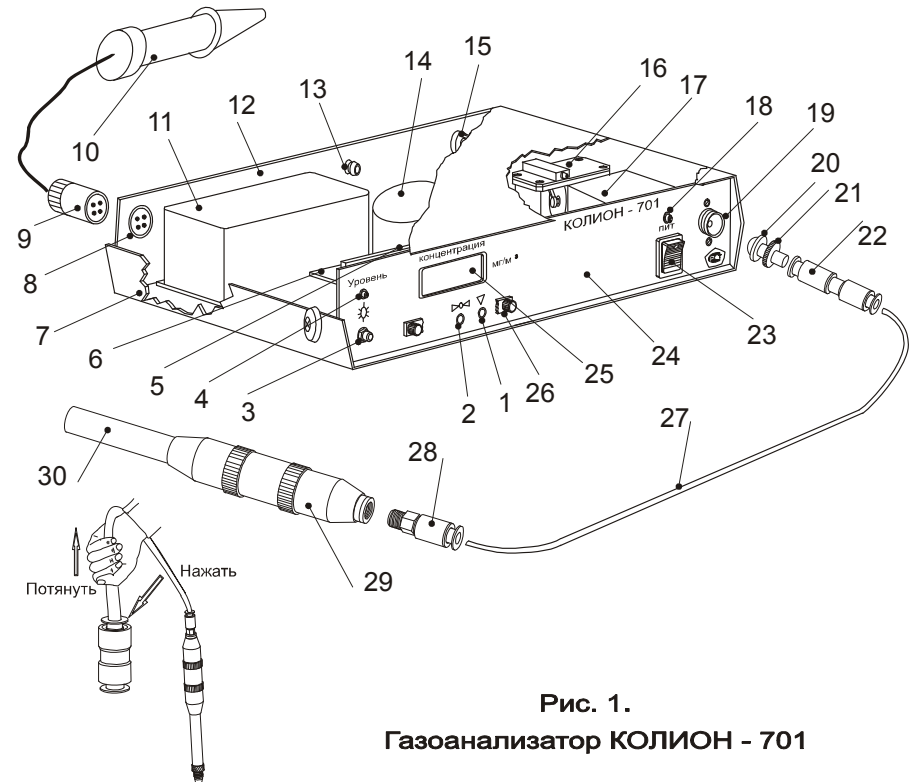

Рис. 1.
- 1.2.4.3. В блоке измерительном размещены (рис.1):
- электрохимический детектор (ЭХД) (17);
- плата обработки (5);
- блок аккумуляторов (11);
- плата питания (6);
- индикатор цифровой жидкокристаллический (25);
- пьезоизлучатель (14).
1.2.4.11. На передней панели блока измерительного (см. рис.1) установлены: тумблер включения газоанализатора ПИТ (11), кнопка включения подсветки индикатора (3), входной штуцер для подключения пробоотборника (19), резисторы подстройки нуля (2) и усиления
1.2.4.12. На задней панели блока измерительного (см. рис. 1) установлены разъемы ГЕНЕРАТОР (8) для подключения насадки градуировочной (10), ЗАРЯД (15) для подключения адаптера, а также штуцер выходной (13) для вывода анализируемого воздуха из газоанализатора.
2.1.2.2. Установите тумблер ПИТ в положение ВЫКЛ (см. рис. 1).
2.1.2.6.2. Подсоедините насадку градуировочную к штуцеру (19) (см. рис. 1). Подключите электрический разъем насадки градуировочной к разъему ГЕНЕРАТОР на задней панели блока измерительного. Замерьте расход на штуцере выходном (13). Через 60 минут сравните показания индикатора со значением, указанным в ПРИЛОЖЕНИИ для данного расхода. Если эти величины отличаются более чем на 20%, отградуируйте газоанализатор (см. п. 2.3).
2.2.1. Включите тумблер ПИТ (см. рис. 1). При этом должен загореться индикатор ПИТ. Если индикатор мигает или не горит, зарядите блок аккумуляторов в соответствии с п.2.1.2.4.
2.3.3. Включите тумблеры ПИТ газоанализатора, подсоедините генератор хлора ГХ-120 к входному штуцеру (поз.19 рис. 1) для подключения пробоотборника, проверьте и при необходимости откорректируйте значение нуля.
2.3.5. Сравните показания газоанализатора с действительным значением концентрации. При отклонении показаний от действительного значения более, чем на 25% проведите подстройку показаний резистором (поз. 2 рис.1), расположенном на передней панели газоанализатора.
3.3.1. Для подсоединения соединительной трубки (27) (см. рис. 1) пробоотборника вставьте один ее конец в переходник (22) и, слегка надавив, закрепите. Проверьте закрепление трубки в переходнике, приложив небольшое усилие в обратном направлении. Аналогичным образом закрепите другой конец соединительной трубки в переходнике (28), а трубку входного штуцера (20) в переходнике (22).
3.3.2. Для отсоединения трубок от переходников используйте прием, показанный на рис.1.